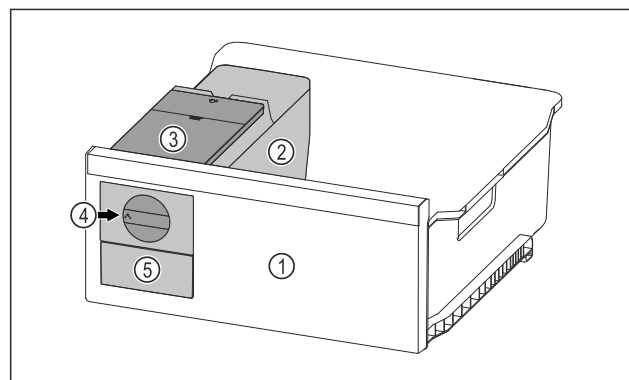

Fig. 212 Reprezentare exemplificatoare
- Rotiți butonul rotativ Fig. 212 (4) în sens orar până la opritor.
- Cuburi de gheață cad din tava pentru cuburi de gheață în sertarul pentru cuburi de gheață Fig. 212 (5). Dacă nu sunt extrase toate cuburile de gheață din tava pentru cuburi de gheață: